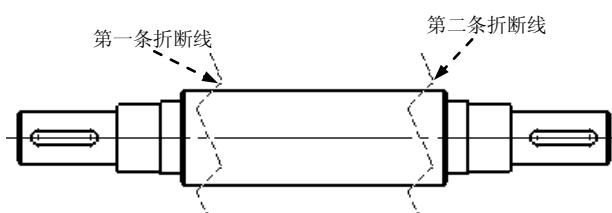

图 9.4.33 选择断裂视图和放置折断线
Step3. 选取要断裂的视图，如图 9.4.33 所示。
Step4. 放置第一条折断线，如图 9.4.33 所示。
Step5. 放置第二条折断线，如图 9.4.33 所示。